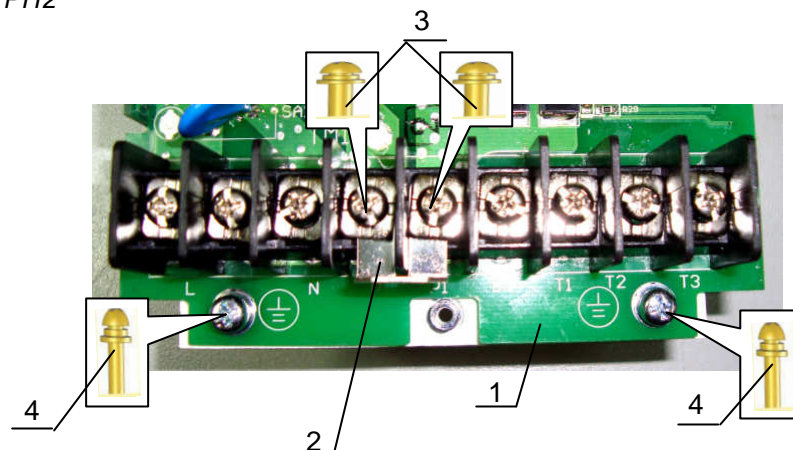

Рис.6.13
7.7.1. Выкрутить два винта 3 крепления перемычки P-P1 2 (рис. 6.13). Демонтировать перемычку. Положить винты и перемычку в тару.
7.7.2. Выкрутить два винта 4 крепления платы драйверов 1 (рис. 6.13). Положить винты в тару.